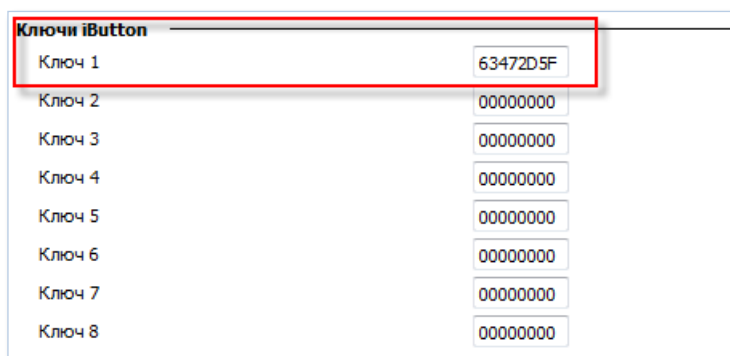

Рисунок 9. Внесение идентификатора ключа iButton
3. Перейдите на вкладку «Настройки» → «Цифровые входы» и введите полученное выше значение в поле «Ключ 1» раздела «Ключи iButton» (Рис. 9).